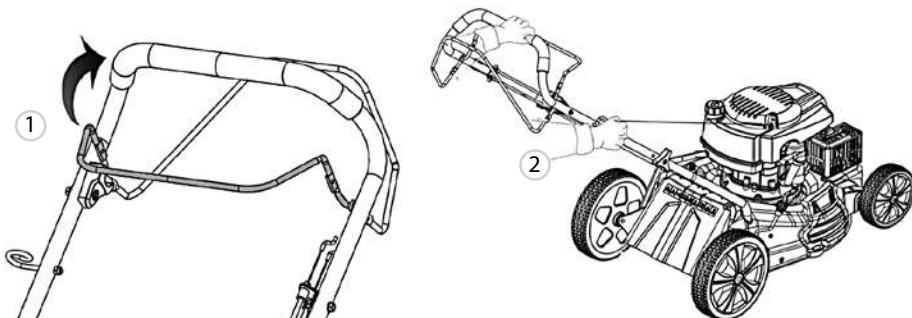
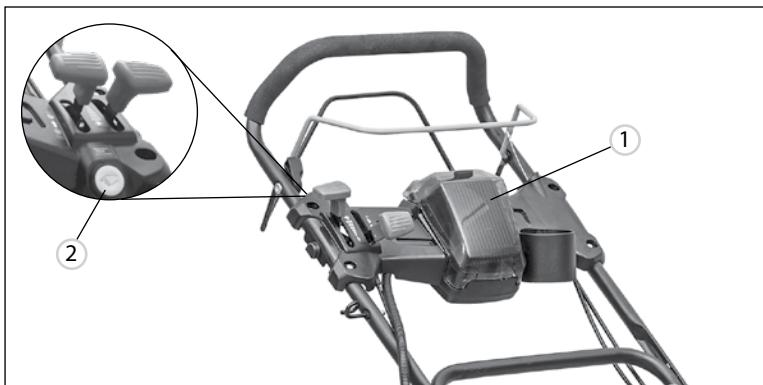

Рис. 9
Рис. 10
- Для ручного запуска зажмите рычаг привода ножа 1 (рис. 9), медленно вытащите шнур ручного стартера, пока не почувствуете сопротивление, а затем быстро потяните его (2, рис. 9). Повторите данный процесс несколько раз до запуска двигателя.
- Для запуска моделей GLD-520SP-VE, GLD-460SP-VE с помощью электростартера установите заряженный аккумулятор в специальное гнездо 1 (рис. 10) на панели и, зажав рычаг привода ножа 1 (рис. 9), нажмите на кнопку старта 2 (рис. 10) до запуска двигателя.